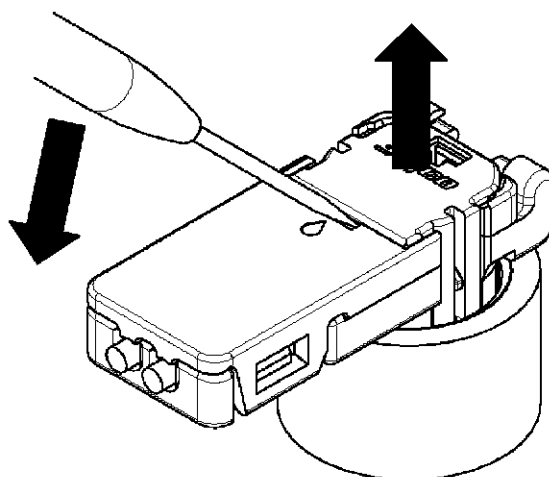

Fig. 25
① ロッキングボタンの解除
- 精密ドライバをFig. 25に示す位置にあて、引き上げて下さい。